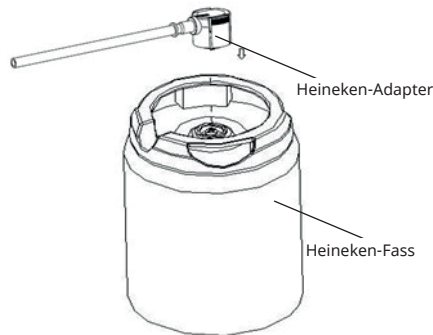
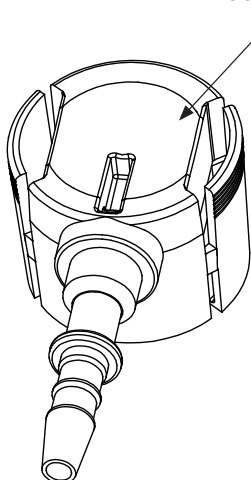
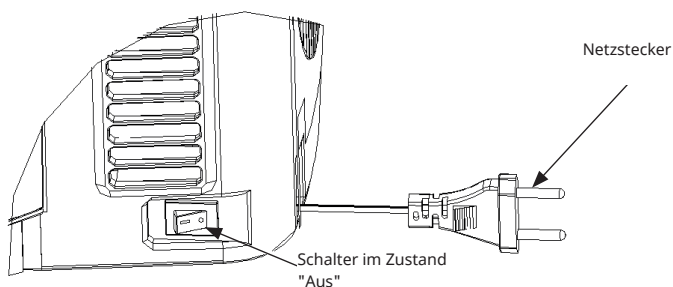

Abbildung 5
Abbildung 6
Abbildung 8
1. Entfernen Sie den Adapter vom Heineken-Fass und recyceln oder entsorgen Sie den Adapter in Übereinstimmung mit den einschlägigen Umweltvorschriften (siehe Abbildung 5).
2. Installieren Sie dann den Adapter (d. h. den Heineken-Auslauf) (wie in Abbildung 5 und Abbildung 6 dargestellt) des Bierkühlers gemäß der Methode in der Beschreibung des Fasses (wie in Abbildung 8 dargestellt).
(In der Stellung „0“ ist das Gerät ausgeschaltet) (siehe Abbildung 8).